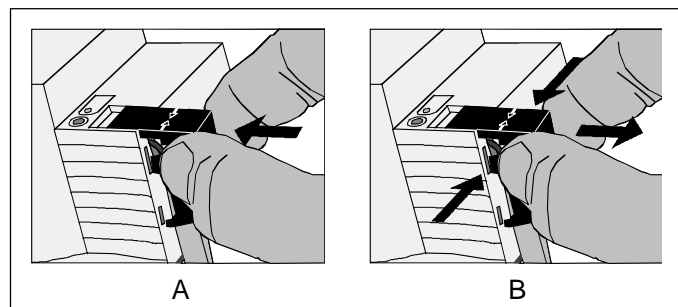

Fig. 3: Abdeckkappe anbringen / entfernen
- Abdeckkappe anbringen: Die Abdeckkappe wird über die Busklemme geschoben (vgl. Fig. 3.A), bis sie spürbar einrastet.
- Abdeckkappe entfernen: Die Abdeckkappe wird entfernt, indem sie seitlich leicht eingedrückt und nach vorne abgezogen wird (vgl. Fig. 3.B).